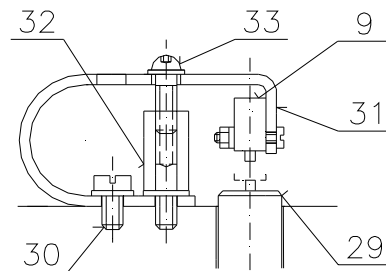

Abb. 4
Durch nachziehen oder Lösen der Schraube Position (33) siehe Abb. 4 verändert sich die Lage des Mikroschalters (9) gegenüber dem Bolzen (29), der die Bewegung des Ankers überträgt. Eine Umdrehung der Schraube (33) beträgt 0,7 mm. Die richtige Lage des Mikroschalters bestimmen wir nach dem gewählten und eingestellten Luftspalt zwischen dem Anker und dem Körper des Magnets. Die richtige Lage des Mikroschalters muss beide Positionen des Magnetsankers signalisieren. Durch Lösen der Schrauben (32) und (30) stellen wir die Lage des Mikroschalters (soweit es notwendig ist) so ein, dass der Kontakt des Mikroschalters an die Mitte des Bolzens aufliegt. Das elastische Haltestück stellt sicher, dass sich die Lage des Gebers nicht ändert und zugleich als Schutzschild – Deckel gegen Schmutz dient. Nach Einstellen des Mikroschalters (9) sichern wir die Schraube (33) mit Klebemittel oder Farbe.